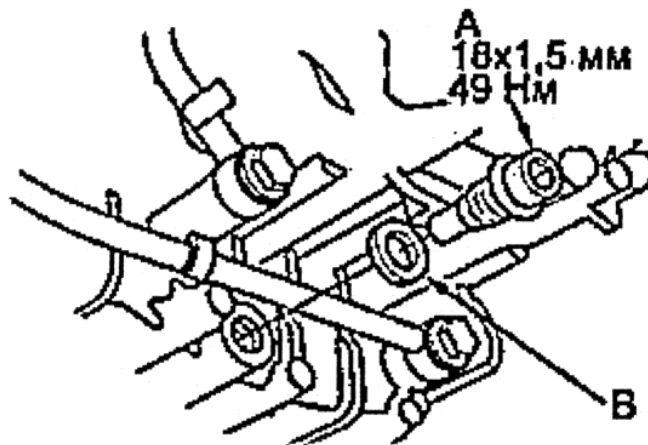

Рис. 13. Сливная пробка
2. Отвернуть сливную пробку (А) и снять прокладку (В). Слить рабочую жидкость (рис. 13).